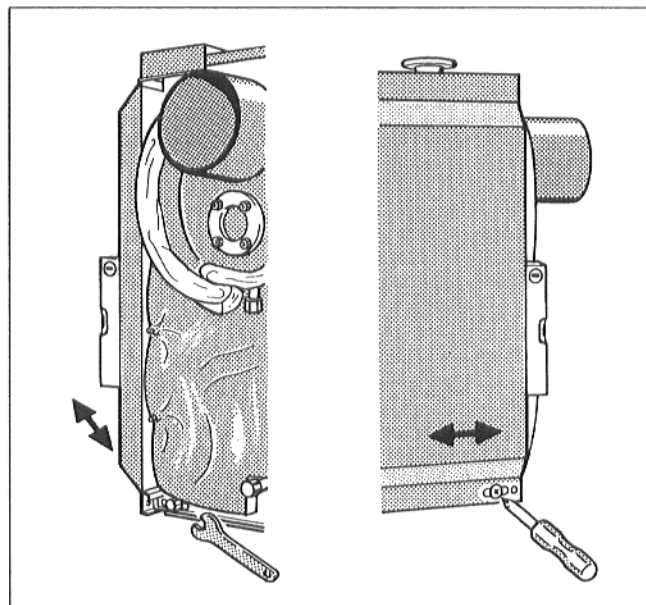

Fig. 13
L'alignement des parois latérales est obtenu en agissant sur la traverse inférieure et sur la baguette latérale du cadre (Fig. 13).
- Après avoir procédé à l'alignement vertical, resserrer les vis à six pans creux dans les traverses inférieures (Fig. 13).
- Resserrer les vis Parker dans les baguettes latérales du cadre (Fig. 13).